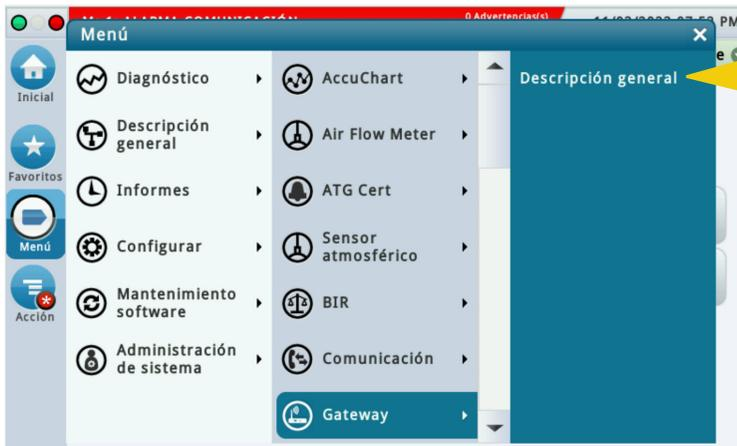

Figura 46. Acceso a la pantalla de descripción general de diagnóstico del gateway
1. Seleccione Menú > Diagnóstico > Gateway > Descripción general (véase la Figura 46) para acceder a la pantalla de descripción general de diagnóstico del gateway (véanse la Figura 47 y la Figura 48). Seleccione el gateway cuya información desea ver (elemento 2, Figura 47).